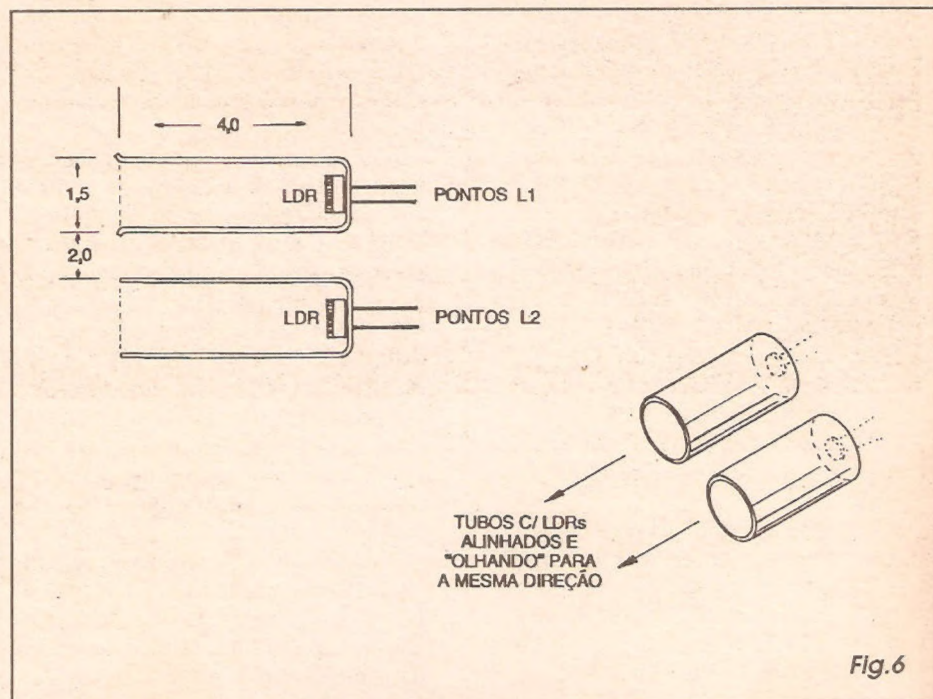

Fig.6
- FIG. 6 - O ENTUBAMENTO DOS ZÓIOS... - Os LDRs deverão ser fixados internamente ao fundo dos dois tubos relacionados em **OPCIONAIS/DIVERSOS** da **LISTA DE PEÇAS**, conforme mostra a figura... Se, nos moldes do diagrama, os tais furos *tiverem fundo*, basta fazer neles dois furinhos em espaçamento compatível com o dos terminais dos componentes, para que o ajustamento final fique fácil e firme... Já se os tubos forem do tipo *sem fundo*, então (consultar também a próxima figura...) os LDRs deverão ser fixados (pelo mesmo método básico...) à parte externa do *container* cilíndrico principal da **PI-POMAZ**, com os ditos tubos posteriormente acrescentados sobre eles, também fixados ao local (com adesivo forte...). Em qualquer dos casos, procurar respeitar as dimensões e afastamentos indicados no diagrama, fazendo todas as necessárias fixações com cola de *epoxy* ou de *cianoacrilato* ("Araldite", "SuperBonder" ou equivalentes...).